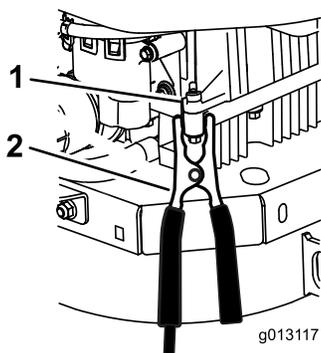

Figure 60
- Faites la dernière connexion sur le bloc moteur de la machine en panne (pas à la borne négative de la batterie) loin de la batterie et reculez-vous (Figure 60).